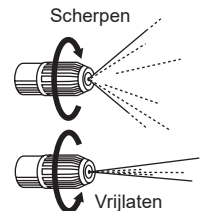

Figuur 14
1. Zet de cock naar de zijde van "lock" om de machine als een kop type te gebruiken Verwijs naar Figuur 14.